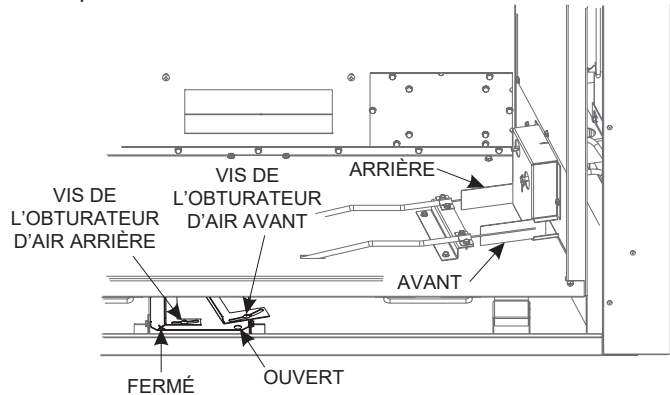

**Figure 6**
7. Repérer l'orifice marqué « 32 ». Utiliser une clé à douille longue de 7/16 de pouce pour poser l'orifice marqué « 32 » dans le porte-orifice arrière. Utiliser une pince à bec effilé pour visser la cible arrière dans le porte-orifice arrière. **Voir Figure 6.**
8. Repérer l'orifice marqué « 41 ». Utiliser une clé à douille longue de 7/16 pour poser l'orifice marqué « 41 » dans le porte-orifice avant. Utiliser une pince à bec effilé pour visser la cible avant dans le porte-orifice. **Voir Figure 6.**